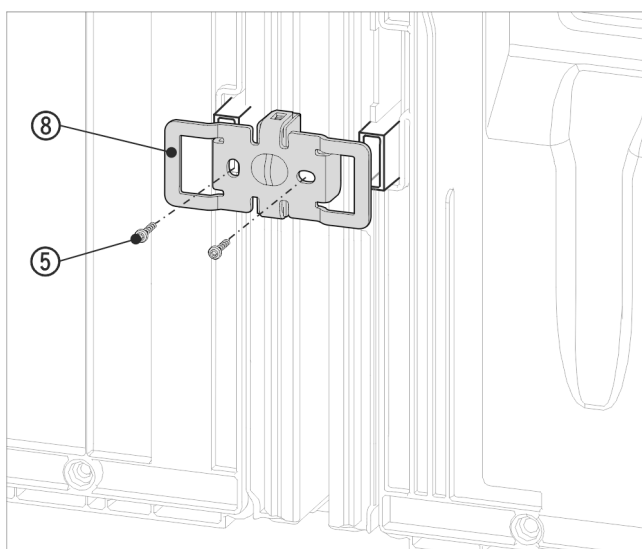

Fig. 19 例图
- 使用凹槽重新将角 Fig. 19 (8) 推入壁距调整垫片的插槽上方。
- 使用两颗螺栓 Fig. 19 (5) 拧紧固定。